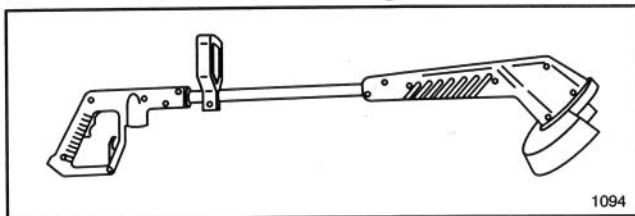

Figure 2
Une fois assemblé, le taille-bordures doit se présenter comme illustré dans la Figure 2.
**Remarque :** si les gorges et les trous ne sont pas alignés, s'assurer que le tube est complètement inséré dans le trou et que le carter moteur est aligné sur la poignée supérieure comme indiqué dans la Figure 2.
3. Fixer le carter moteur au tube avec deux (2) vis à métal et deux (2) écrous.